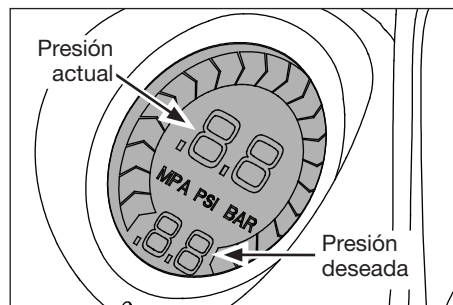

Figura 6 - Manómetro digital
5. Presione el botón de encendido. (Vea la Figura 6).
5. Presione el botón de encendido. (Vea la Figura 6). La unidad se apaga automáticamente cuando se alcance la presión deseada.